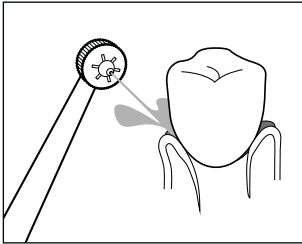
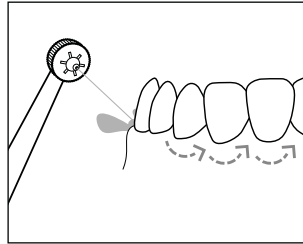

Abb. 8
Abb. 9
- ◆ Zum Reinigen richten Sie den Wasserstrahl auf die Zahnzwischenräume und die Zahnränder. Halten Sie die Aufsteckdüse **2** so, dass der Wasserstrahl die Speisereste vom Zahnfleisch weg abspülen kann (siehe Abb. 8). Bewegen Sie die Aufsteckdüse **2** langsam entlang der Zahnränder von Zwischenraum zu Zwischenraum (siehe Abb. 9). Reinigen Sie auf diese Weise alle Zahninnen- und Zahnaußenseiten.